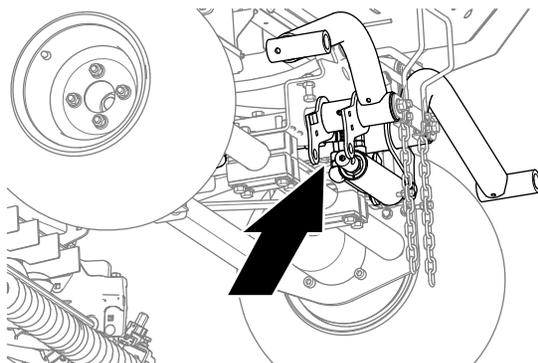

Figura 13
1. Alinhe um recipiente de escoamento por baixo das uniões hidráulicas do cilindro de elevação (Figura 13).